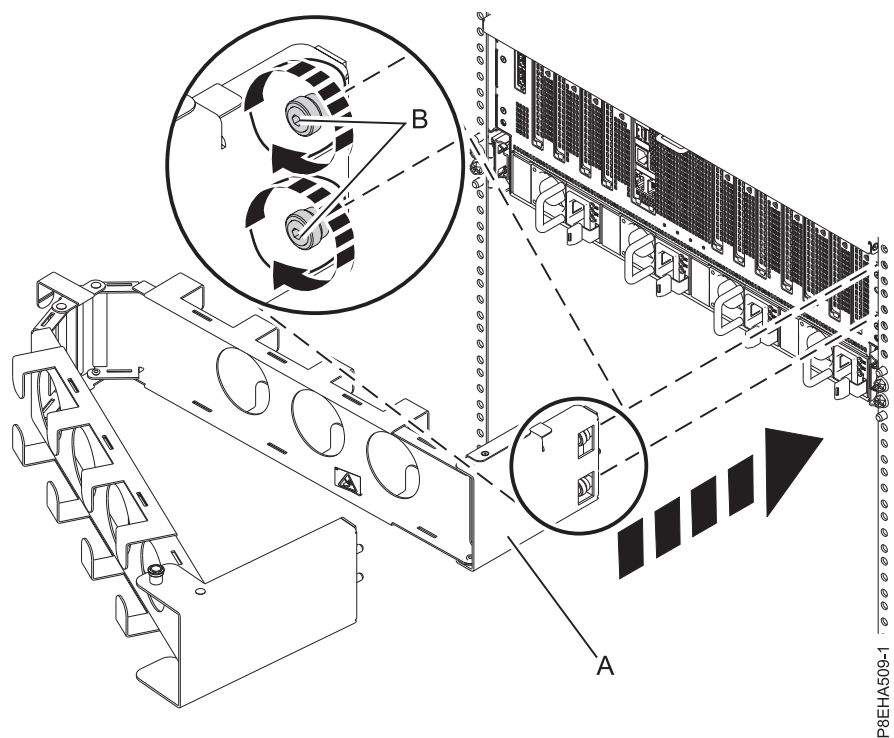

Figura 18. Conectando a placa interna ao chassis do sistema
1. Conecte a placa interna (A) ao chassi do sistema apertando manualmente os dois parafusos cativos (B) por meio dos furos roscados no chassi, conforme mostrado em Figura 18 na página 18. Depois, use a ferramenta hexa T25 que foi incluída em seu sistema para apertar mais os parafusos.